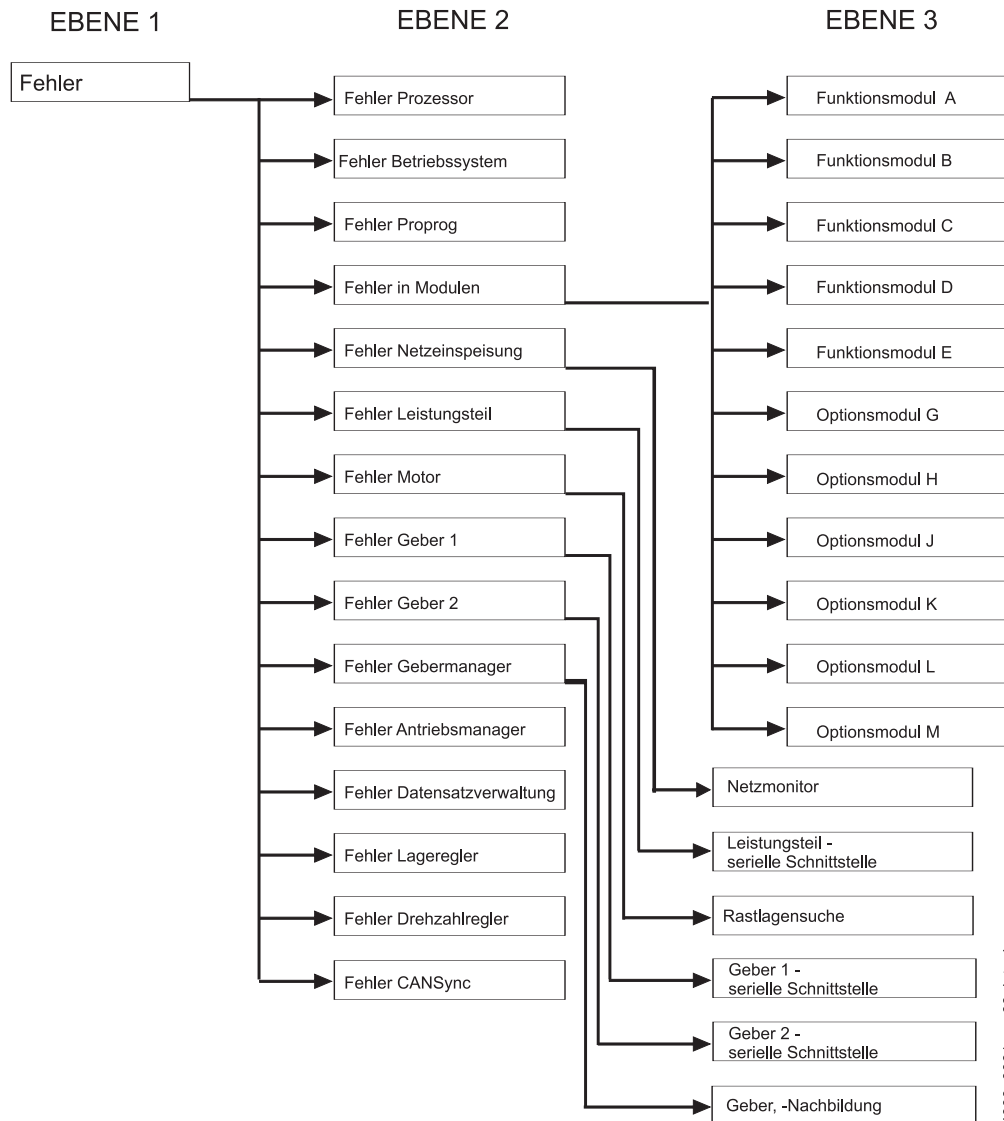

Abbildung 21: Aufbau der Fehlerliste - Übersicht
- Ebene 2** Die Fehlermeldungen sind nach der Übersicht geordnet (►Abbildung 21◀ auf Seite 61).
Ebene 3 Fehler werden nur in ProDrive mit Punkt getrennt zum zugehörigen Ebene 2 Fehler angezeigt (siehe auch ▶Abbildung 21◀ auf Seite 61).